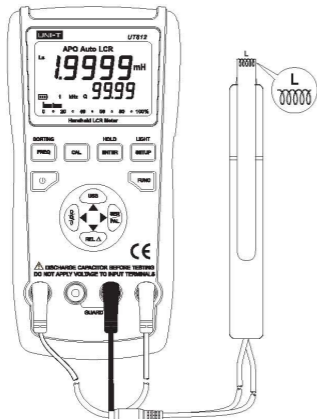

图10
- 将电感插入测试端口或用相应的附件接入被测电感（如图10）。